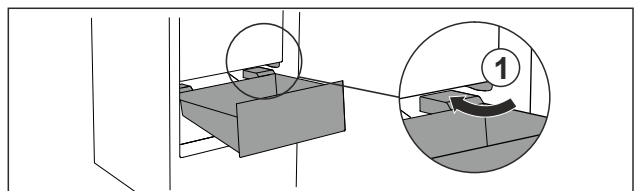

Fig. 137
- ▶ Schubfach schräg um die Stopper Fig. 137 (1) herumführen.